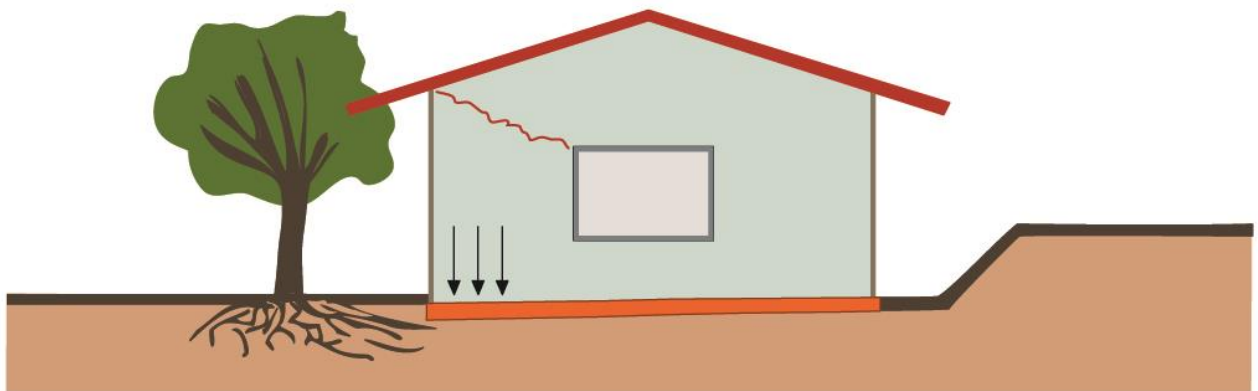

Figura 45: Recalque por solapamento de base de fundação
- 3) **Infiltrações**: a presença de água altera não somente a umidade na base da fundação, mas também pode carregar materiais do subsolo, levando ao **solapamento** da fundação (Figura 45). **Vegetação**, problemas de **drenagem pluvial** na superfície e **rompimento de tubulações** estão entre as principais causas.